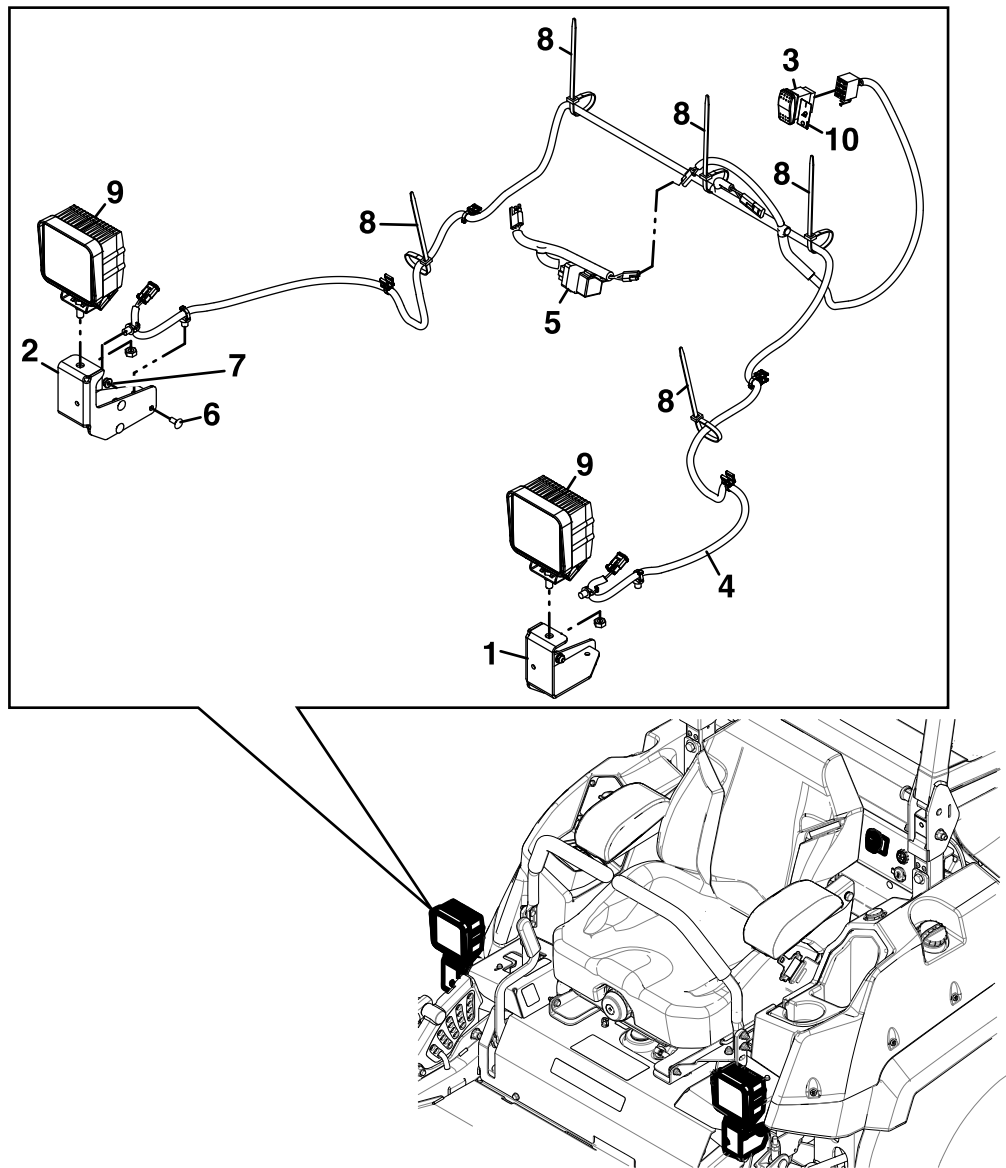

Figura 2
7. Usando la Figura 2 como guía, coloque el arnés de las luces detrás del asiento junto al arnés principal en el panel del deflector térmico.